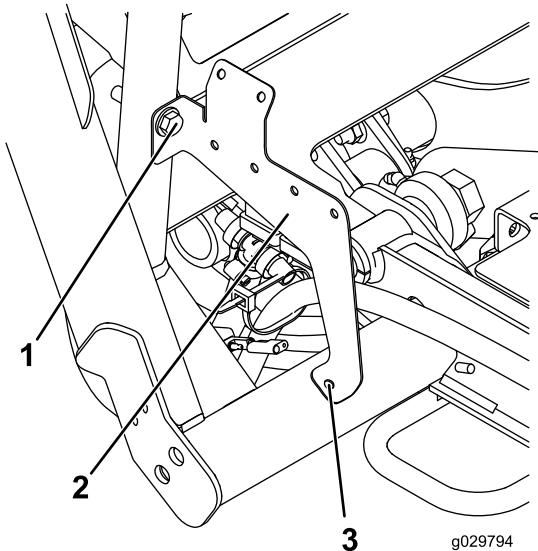

Figura 25
1. Monte, sem apertar, o suporte de relé na estrutura. Utilize um parafuso (3/8 x 2 polegadas), anilha (0,406 polegada) e porca (3/8 porca), tal como se ilustra na Figura 25.
2. Marque o local indicado na Figura 25.